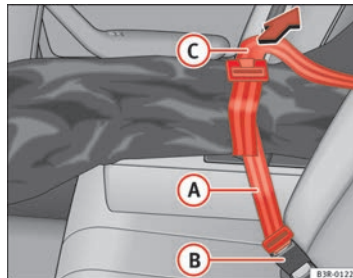

Fig. 129 Modo de asegurar el saco para objetos alargados en el cierre del cinturón
- Introduzca el cinturón **(A)** ⇒ **página 158, fig. 129** del saco en el cierre del cinturón central **(B)**.